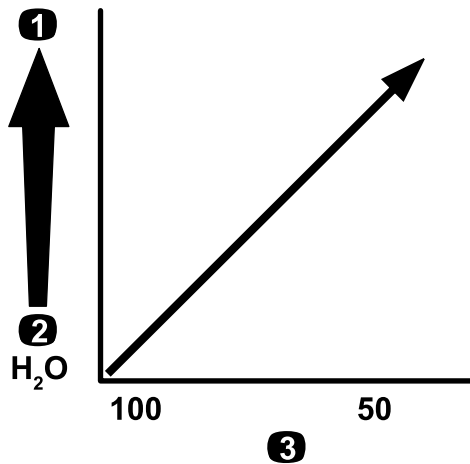

図 80
**重要** 粘度の高いドロドロした薬剤や、ウェットブル水和剤を散布する場合には、オプションの目の粗いノズルフィルタが必要になる場合があります 図 80を参照。